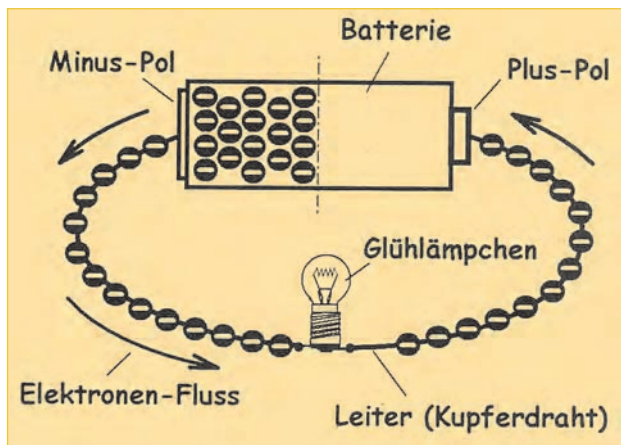
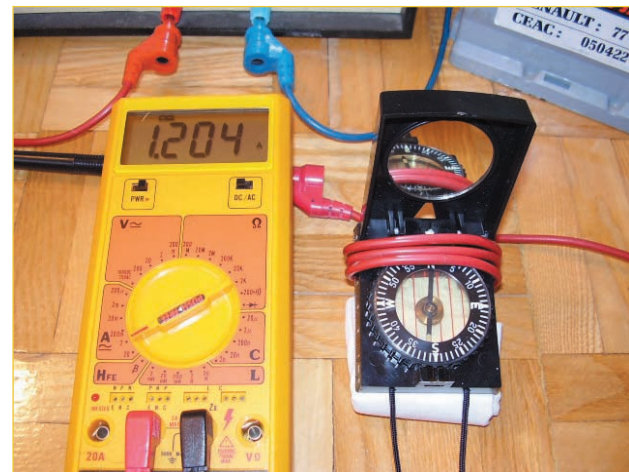

Abb. 1.3 – Die Elektronen fließen vom Minus- zum Plus-Pol.
Abb. 1.4 – Strom von $1\ \text{A}$ kann eine Kompassnadel durch sein Magnetfeld ablenken, wenn man das stromdurchflossene Kabel mehrmals um den Kompass wickelt.
Schließt man an die beiden Pole einer Spannungsquelle einen Stromverbraucher an, fließt ein elektrischer Strom, weil sich die Elektronen oder negativen Ladungsträger bewegen. Der elektrische Strom verhält sich nach Abb. 1.2 wie Wasser in einer Leitung: So wie durch die beiden Schläuche eine bestimmte Menge Wasser fließt, fließen durch jeden metallischen Leiter eine bestimmte Anzahl von Elektronen pro Sekunde. Diese elektrische Stromstärke wird in Ampere (A) angegeben. In Elektrotechnik und Elektronik treten meist Ströme zwischen einigen Mikroampere (μA) und mehreren Ampere auf. Mikro heißt dabei 10^{-6} , so dass $1\ \mu\text{A}$ ein Millionstel Ampere ist. Ein Multimeter kann Ströme bis $1\ \text{A}$ oder noch größer korrekt erfassen. Da die Elektronen negativ geladen sind, bewegen sie sich außerhalb der Spannungsquelle vom Minus- zum Plus-Pol (Abb. 1.3). Man spricht dabei auch von der physikalischen Stromrichtung. Bei ihrer Bewegung erzeugen sie ein Magnetfeld, dessen Stärke mit der Stromstärke zunimmt (Abb. 1.4). Dieser Elektromagnetismus wird in der Elektrotechnik genutzt.